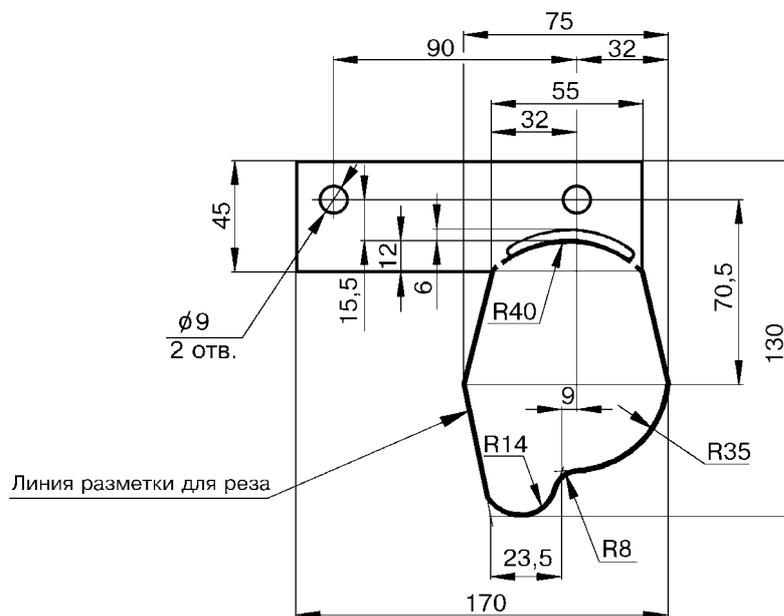

Рис.2. Шаблон для разметки отверстия под установку рулевого механизма.
3.24 Установить шаблон, рис.2, на щиток передка со стороны моторного отсека, забазирував его по нижним отверстиям крепления кронштейна блока педалей. Разметить и вырезать отверстие на щитке передка под установку рулевого механизма (шаблон технологический, дрель электрическая типа GBM 7,2 VES – 2 ф.BOSCH или пневматическая типа 916 В ф.USAG, сверло диаметром 6 - 8 мм, электролобзик типа GST 85 ф.BOSCH или пневмолобзик типа 923 или 9081 ф.USAG).